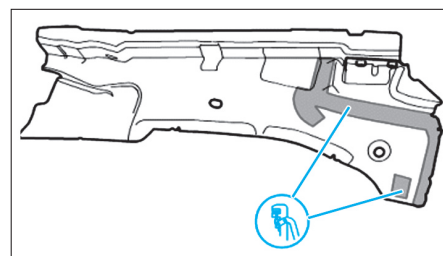

FIG. 12
- Percer des trous de 7 mm de diamètre pour le soudage (Fig.12).